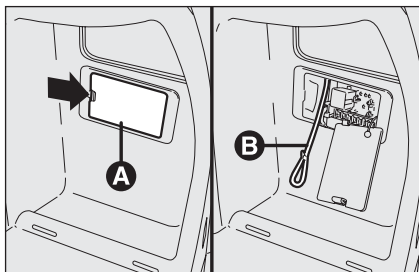

fig. 29
- aprire lo sportello **A-fig. 29** di accesso alla centralina fusibili ubicato sul lato destro del bagagliaio agendo nel punto indicato dalla freccia;